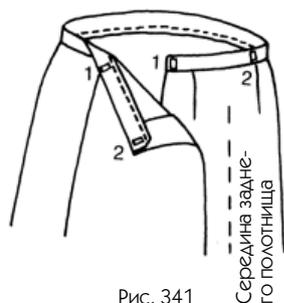

Рис. 341
ВЫПОЛНЕНИЕ (РИС. 341)
— Для верхнего края застежки нужно предусмотреть широкий подгиб, который сформирует подборт, т. е. 8–10 см (см. рис. 341).
5. Два крупных крючка должны быть пришиты к каждому концу пояса (см. рис. 341, точки 1 и 2).